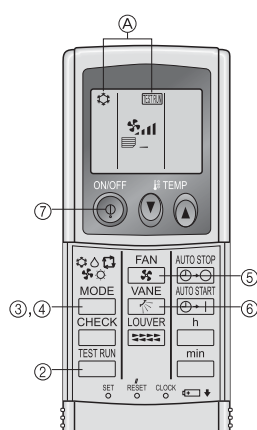

Fig. 7-7
7.2.2. Uso del comando a distanza senza filo (Fig. 7-7)
- ① Attivare l'alimentazione almeno 12 ore prima della prova di funzionamento.
- ② Premere due volte continuamente il pulsante **[TEST RUN]**.